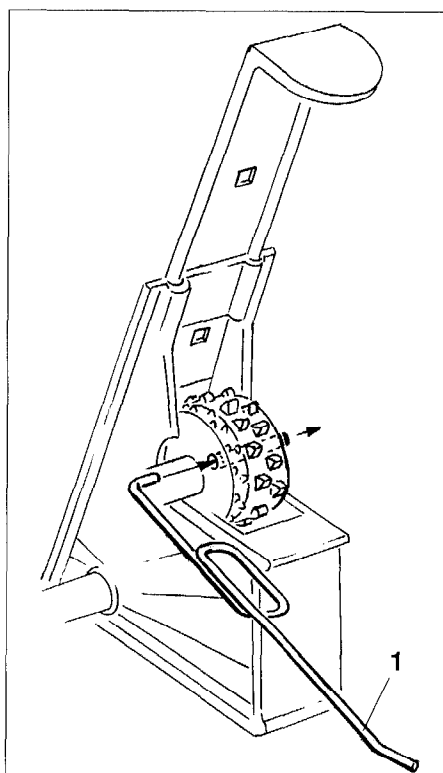

Fig. 7.3
- Mit dem mitgelieferten Schlüssel (Fig. 7.3/1) drücken Sie den Stift hinter der Bohrung bis zum Anschlag in das Normalsärad hinein, so daß sich das Normalsärad frei auf der Säwelle drehen kann.